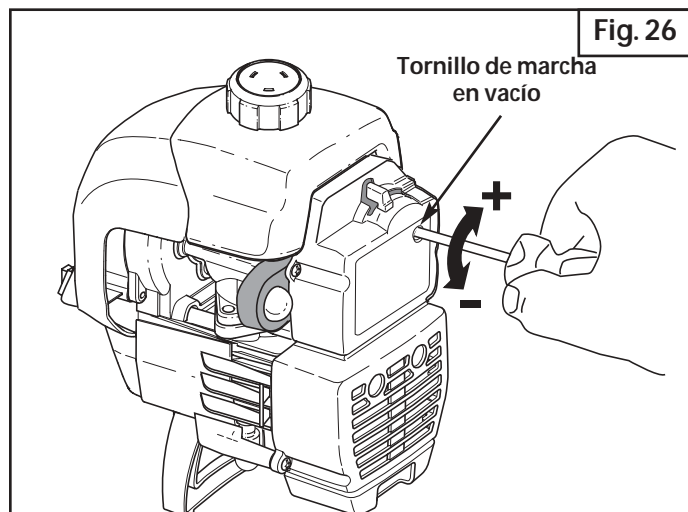

Fig. 26
La velocidad lenta del motor puede ser ajustada por la cubierta del silenciador / filtro de aire (Fig. 26).
2. Suelte el gatillo del regulador y deje que el motor funcione en marcha lenta. Si el motor se para, inserte un pequeño destornillador Phillips o de vástago plano en el orificio de la cubierta del silenciador / filtro de aire (Fig. 26). Gire el tornillo de marcha lenta en **sentido horario**, de a 1/8 de vuelta por vez (según sea necesario) hasta que el motor funciona en mínima.